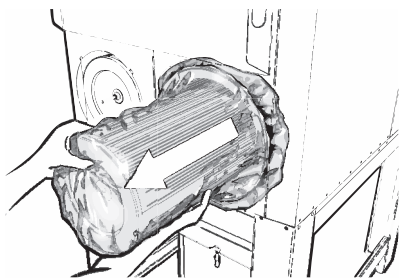

Fig. 16
- Dra ut filterpatronen i plastpåse och förslut påsen, se fig. 16.
- skjut tillbaka stoftkärll under rasfickan (4), se fig. 16.